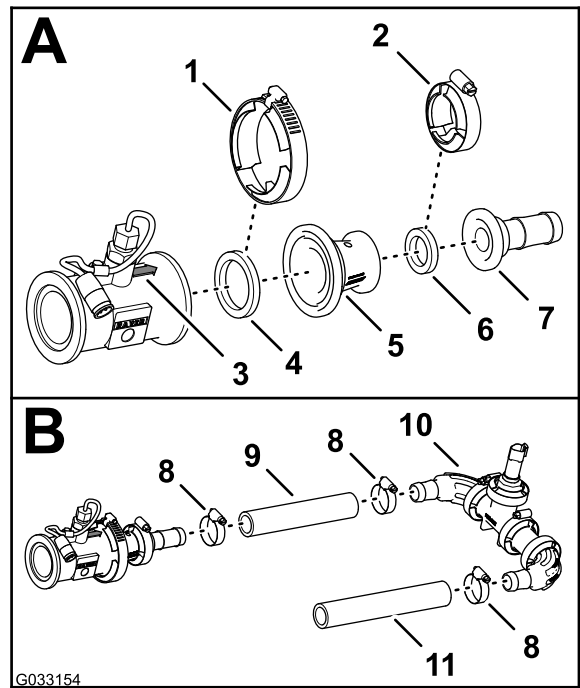

图 125
1. 将垫片2¼ 英寸和异径管适配器与流量计方向箭头所指的一端对齐 图 125。
2. 使用法兰夹具76mm固定流量计、垫片和异径管适配器 图 125。
3. 将垫片2¼ 英寸和宝塔软管接头与异径管适配器的末端对齐 图 125。
4. 使用法兰夹具51mm固定宝塔凸缘接头、垫片和异径管适配器 图 125。
5. 如 图 125 所示将软管 1 x 7¼ 英寸安装到压力传感器和歧管的宝塔凸缘接头和宝塔弯头。
6. 用 2 个软管夹固定软管和宝塔接头 (图 125)。
7. 如 图 125 所示将软管 1 x 8½ 英寸安装到压力传感器和歧管的另一个宝塔弯头。
8. 用 1 个软管夹固定软管和宝塔接头 图 125。